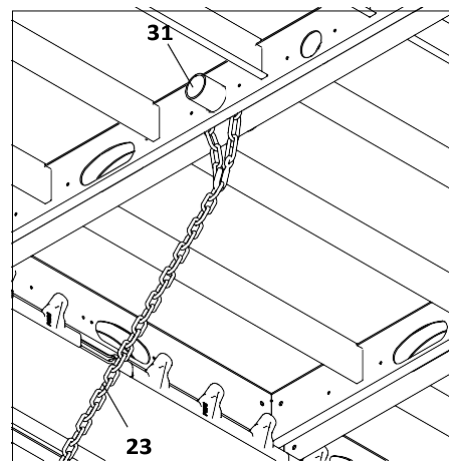

Fig. A7.03a
- В напречно направление закачете панела към тръбата на скелето (31). Увийте веригата (23) около тръбата. (Fig. A7.03a)